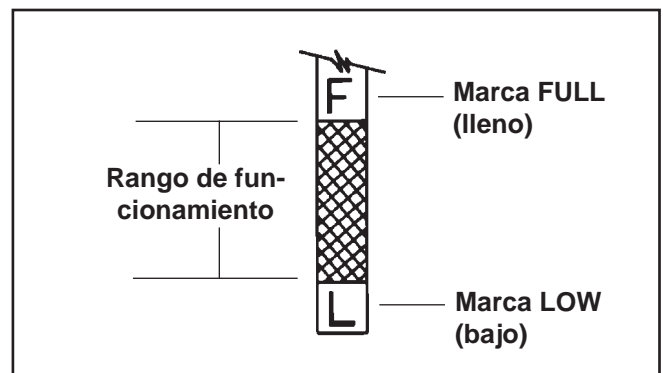

Figura 14. Varilla de nivel de aceite.
4. Vuelva a sacar la varilla y compruebe el nivel de aceite. El aceite debe llegar hasta la marca **F** o **FULL** (lleno) de la varilla sin sobrepasarla. Ver Figura 14.
4. Llene el cárter de aceite nuevo del tipo adecuado hasta la marca **FULL** (lleno) de la varilla. Ver Figura 14. Vuelva a comprobar el nivel de aceite antes de añadir más. No atornille la varilla de nivel cuando compruebe el nivel de aceite.